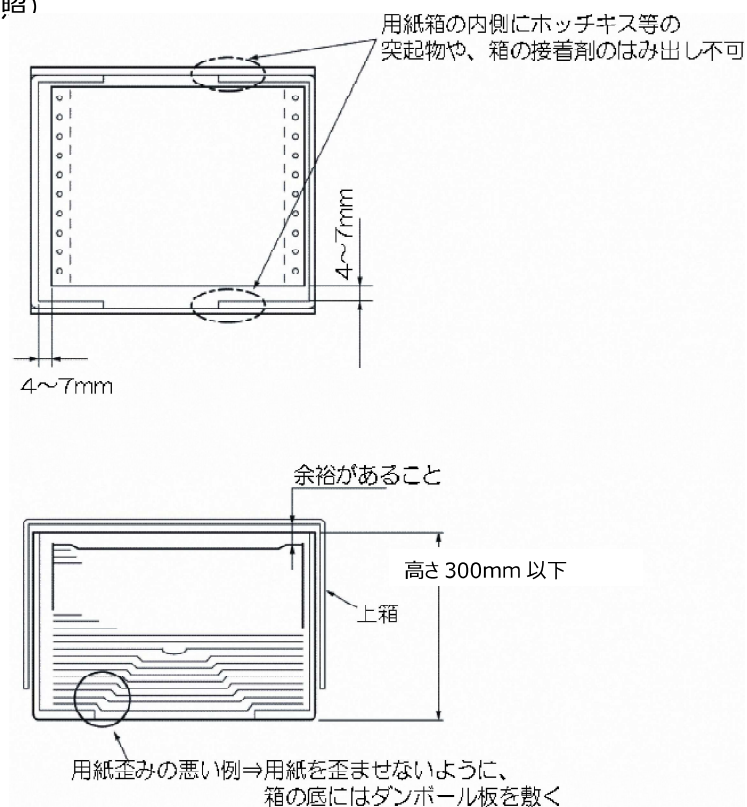

図 3-11 用紙箱の寸法
(図 3-11 参照)
d)ホッチキス等の突起物および、接着剤等のはみ出しが用紙箱の内側にあるものは使用できません。(図 3-11 参照)
e)用紙箱の底は平坦にし、用紙を歪ませないよう工夫してください。(図 3-11 参照)